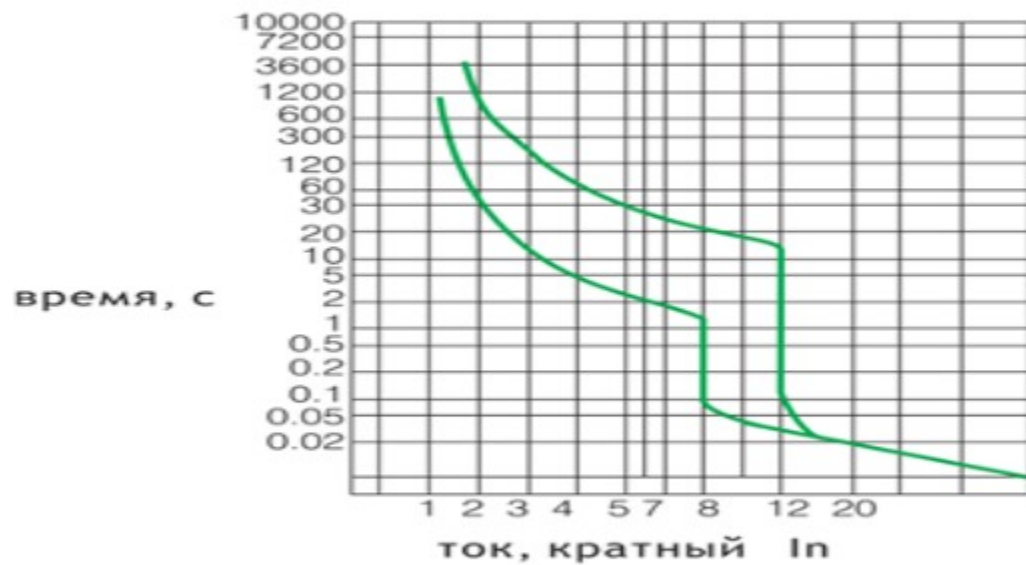

Рис. 1
4.2.4. Время - токовые характеристики выключателей с расцепителями тока перегрузки приведены на рис.1